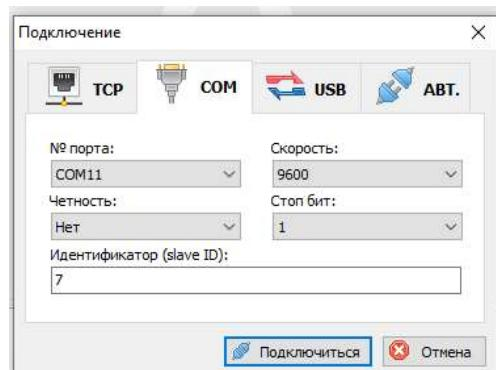

Рисунок 5 – Окно «Подключение».
Установка связи происходит при нажатии кнопки «Подключиться» . В появившемся окне (рисунок 5) необходимо выбрать тип подключения (СОМ), номер порта, четность (нет), адрес устройства, скорость подключения, стоп бит (1) и нажать кнопку «Подключить». Если связь установлена, появится вкладка, отображающая данные, поступающие с каналов дискретного ввода. На вкладке «Конфигурация» можно посмотреть текущие настройки модуля.